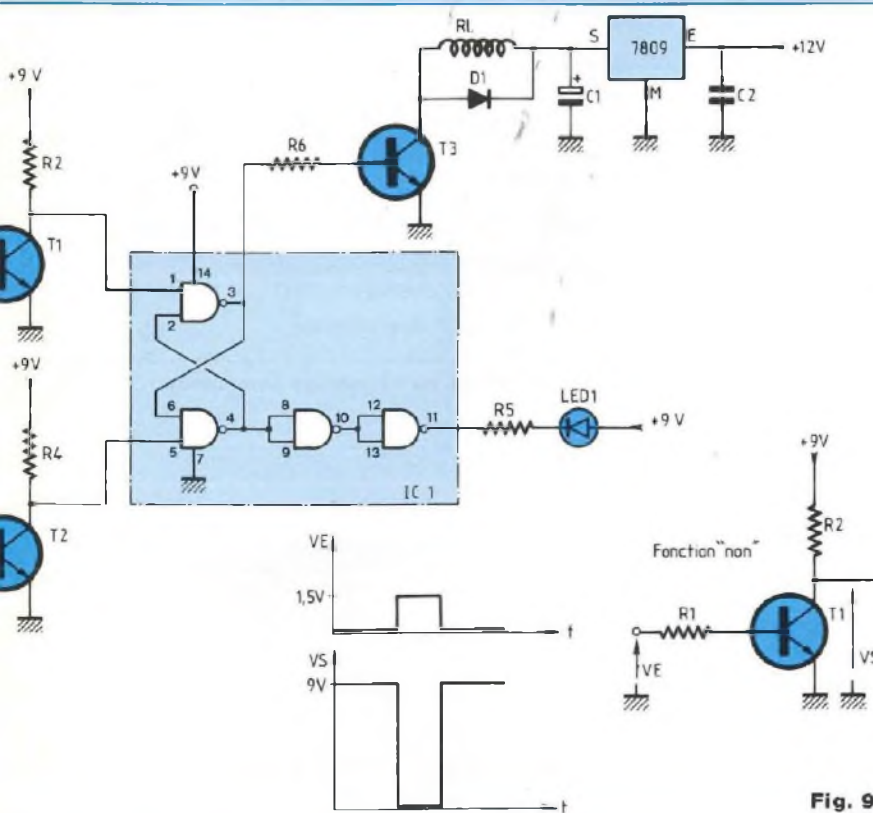
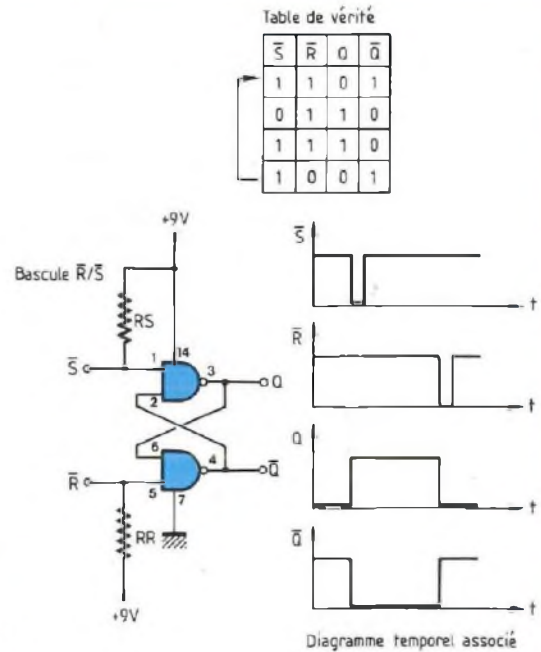

Fig. 9
Fig. 10
- Ces mêmes signaux viennent de subir une complémentation logique (inversion) par l'intermédiaire de T1 et T2 (figure 9), nous allons donc devoir utiliser une bascule à entrées complémentées de façon à ce que tout rentre dans l'ordre (bascule \bar{R}/\bar{S} : figure 10).